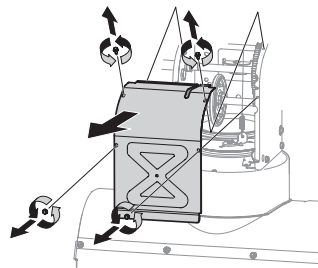

Figure 82
3. Retirez les vis autotaraudeuses qui fixent le couvercle du châssis sous l'appareil, puis retirez le couvercle du châssis. Voir Figure 82.
5. Retirez les vis autotaraudeuses qui fixent le couvercle du châssis sous l'appareil, puis retirez le couvercle du châssis. Voir Figure 82.
3. Retirez les quatre vis autotaraudeuses qui fixent le couvercle du châssis sous l'appareil, puis retirez le couvercle du châssis. Voir Figure 82.
5. Remplacez le couvercle et fixez-le avec les quatre vis. Voir Figure 82.